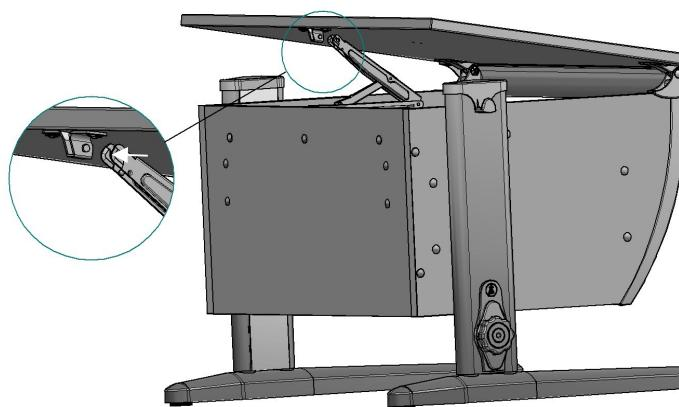

Рис. 21
4.8.2. Фиксатор столешницы Multiflex верхней частью ввести в кронштейн верхний, согласно рис. 21; 21а.
Рис. 21а